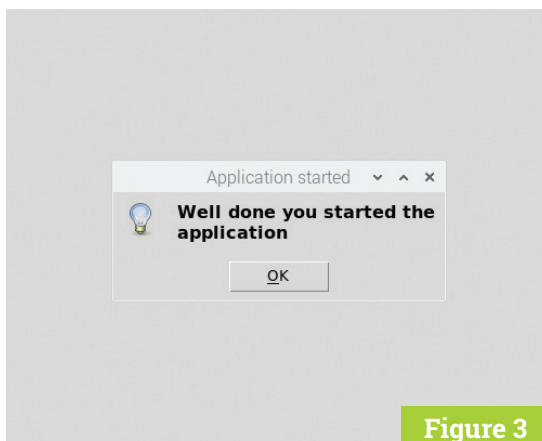

Figure 3
► **Figure 3**
Un bon moyen d'irriter votre prochain serait p. ex. de l'informer qu'il vient de lancer votre application (**fig. 3**) :